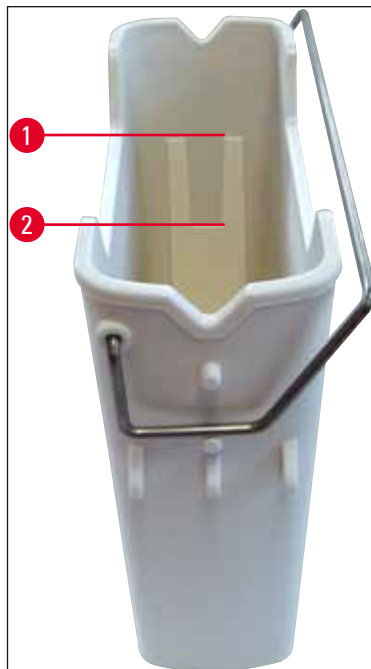

Fig. 17
- » Kontroller om håndtaket til reagensbeholderen er riktig festet til reagensbeholderen. Er det ikke det, må håndtaket festes i henhold til (→ Fig. 17).